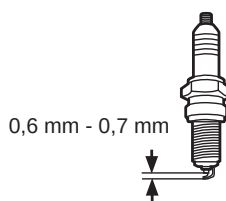

Fig. 38
- > Vérifiez l'écartement de la bougie. Il doit être de 0,6 mm - 0,7 mm (Fig. 38).